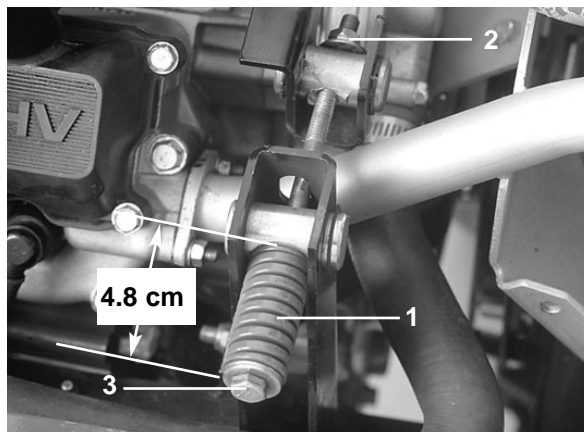

Fig. 26
2. Løsn spændestangens låsemøtrik (Fig. 26).
- Løsn spændestangens låsemøtrik (Fig. 26).
- Løsn remmens spændefjeder (Fig. 26) helt.
- Sæt den nye kraftudtagsrem på og stram remskivefjederen igen til 4,7 cm (Fig. 26).
- Stram låsemøtrikken (Fig. 26) og luk motorhjelmen.